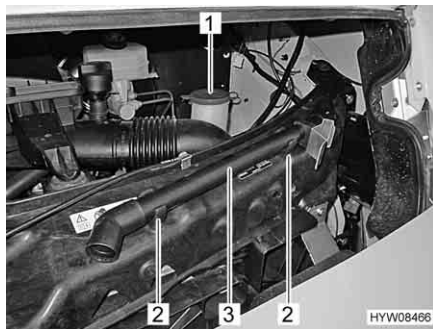
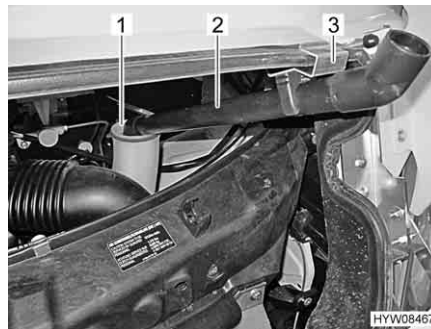

Fig. 24 Bocchettone di riempimento del contenitore dell'acqua di lavaggio (Mercedes-Benz)
Fig. 25 Bocchettone di riempimento con prolunga
- Rimuovere il coperchio (Fig. 24,1) del bocchettone di riempimento del contenitore dell'acqua di lavaggio.
- Tirare la prolunga (Fig. 24,3) verso l'alto per estrarla dai due supporti (Fig. 24,2).
- Infilare l'estremità sottile della prolunga (Fig. 25,2) nel bocchettone di riempimento (Fig. 25,1) e agganciarla con il supporto (Fig. 25,3) nella mascherina anteriore (Fig. 25).
- Rimuovere la prolunga (Fig. 25,2) e spingerla dall'alto fino ad inserirla nei due supporti (Fig. 24,2) (Fig. 24).
- Premere il coperchio (Fig. 24,1) sul bocchettone di riempimento del contenitore dell'acqua di lavaggio.